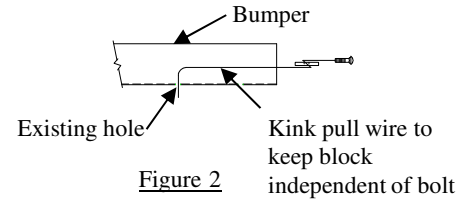

Figure 2
- Use pull wires to feed the carriage bolts and blocks into frame rails though access holes as shown in Figure 2. Feed pull wire through forward hole and out rearward access slot. Attach spacer and carriage bolt and feed through access slot using kink wire process as shown in Figure 2 both sides. Leave pull wires attached.
- Utiliser des fils de tirage pour acheminer les boulons et les blocs dans les longerons à travers les trous d'accès, comme illustré à la Figure 2. Acheminer le fil de tirage dans le trou avant puis hors de la fente d'accès arrière. Attacher l'espaceur et le boulon de carrosserie et les acheminer dans la fente d'accès en pliant le fil de tirage comme illustré à la Figure 2, deux côtés. Laisser les fils de tirage attachés à la visserie.